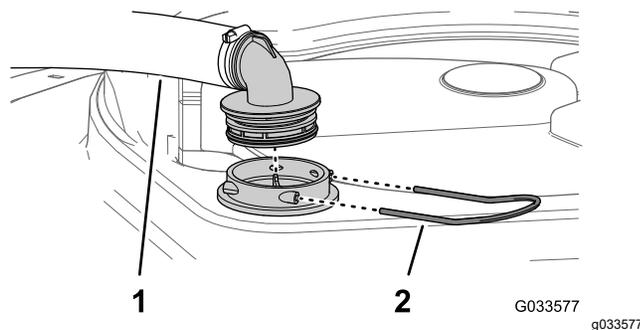

Рисунок 49
3. Отсоедините шланг и шланговый штуцер от корпуса фильтра (Рисунок 49).
2. В верхней части бака опрыскивателя снимите держатель, который крепит шланговый штуцер, подсоединенный к большому шлангу, идущему от корпуса фильтра (Рисунок 49).